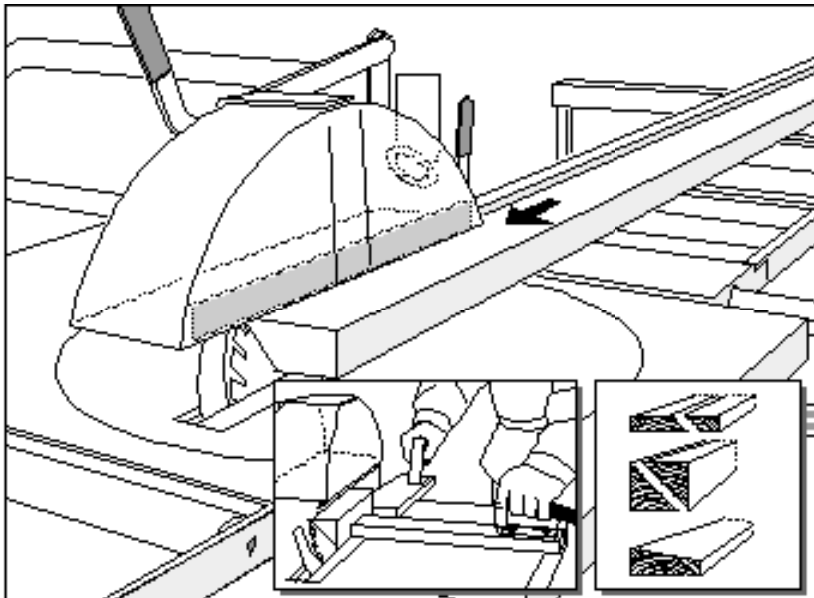

Fig. 9
- Ställ in sågklingan som vid klyvning och ställ in önskad vinkel (*Fig. 9*). Arbetsoperationen utföres som under punkt 5.5.